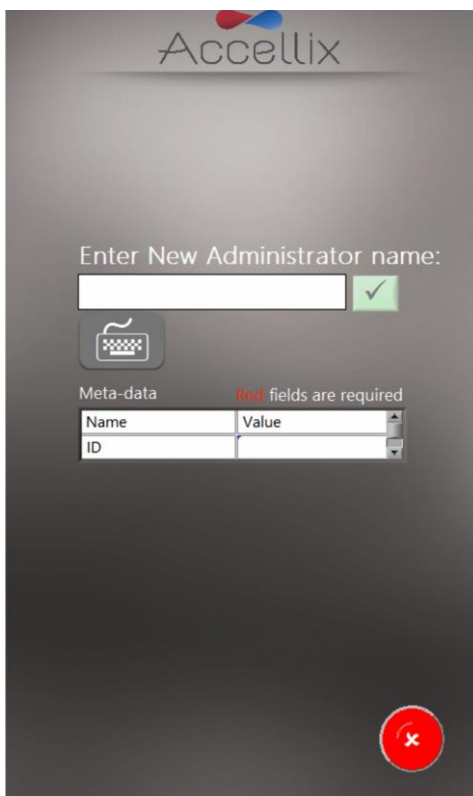

Figure 9 : écran Ajouter un utilisateur
1. Appuyez sur l'icône **Add** (Ajouter) . L'écran **Add User** (Ajouter un utilisateur) (Figure 9) s'affiche :